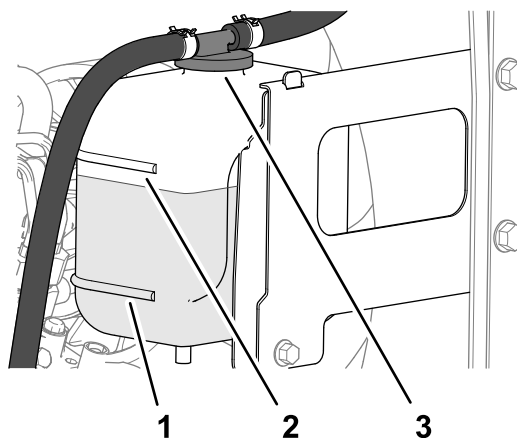

Figura 111
3. Compruebe el nivel de refrigerante en el depósito de expansión (Figura 111).